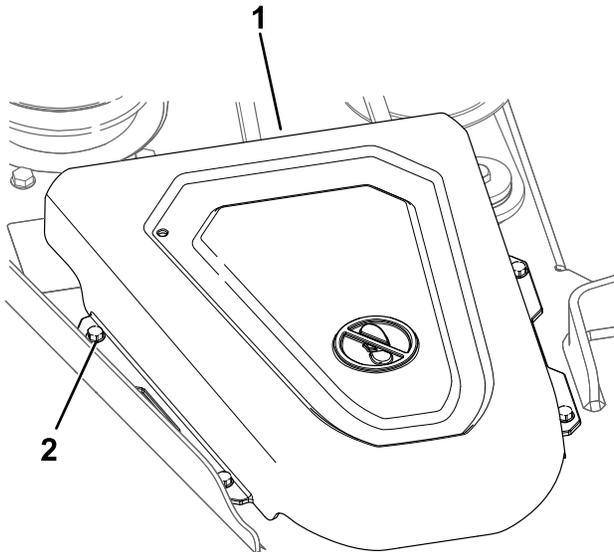

図 51
4. 122 cm 48" デッキでは、両方のプーリカバーを固定しているねじ4本をゆるめてカバーを外す 図 51。
9. 91 cm (36") デッキでは、プーリカバーを取り付ける **図 51**。